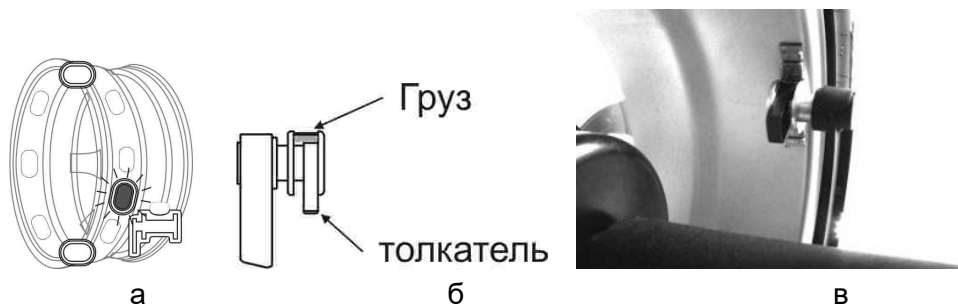

Рисунок 5.15 – Установка груза линейкой
*Выдвигать линейку до появления прерывистого звукового сигнала и мигания индикатора веса груза. Прижать линейку к поверхности колеса, рисунок 5.15 в. Нажав на толкатель, высвободить груз из зажима линейки. Вернуть линейку в исходное положение.*